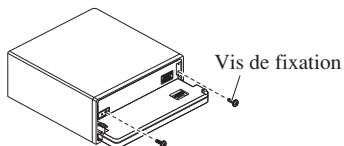

Fig. 13
4. Fixez la face avant sur l'appareil avec les vis de fixation. (Fig. 13)